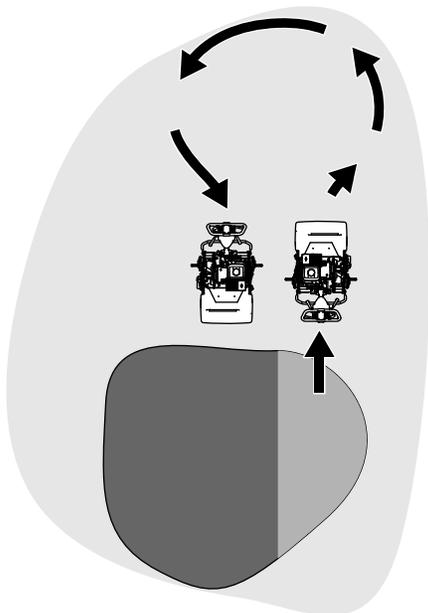

图 23
- 机器掉头应当在果岭之外进行，方法为抬起滚刀（将手柄向下压），然后使用驱动轮鼓进行一个泪滴状的转变（图 23）。
1. 找到变速箱上的牵引接合杆（图 23）。